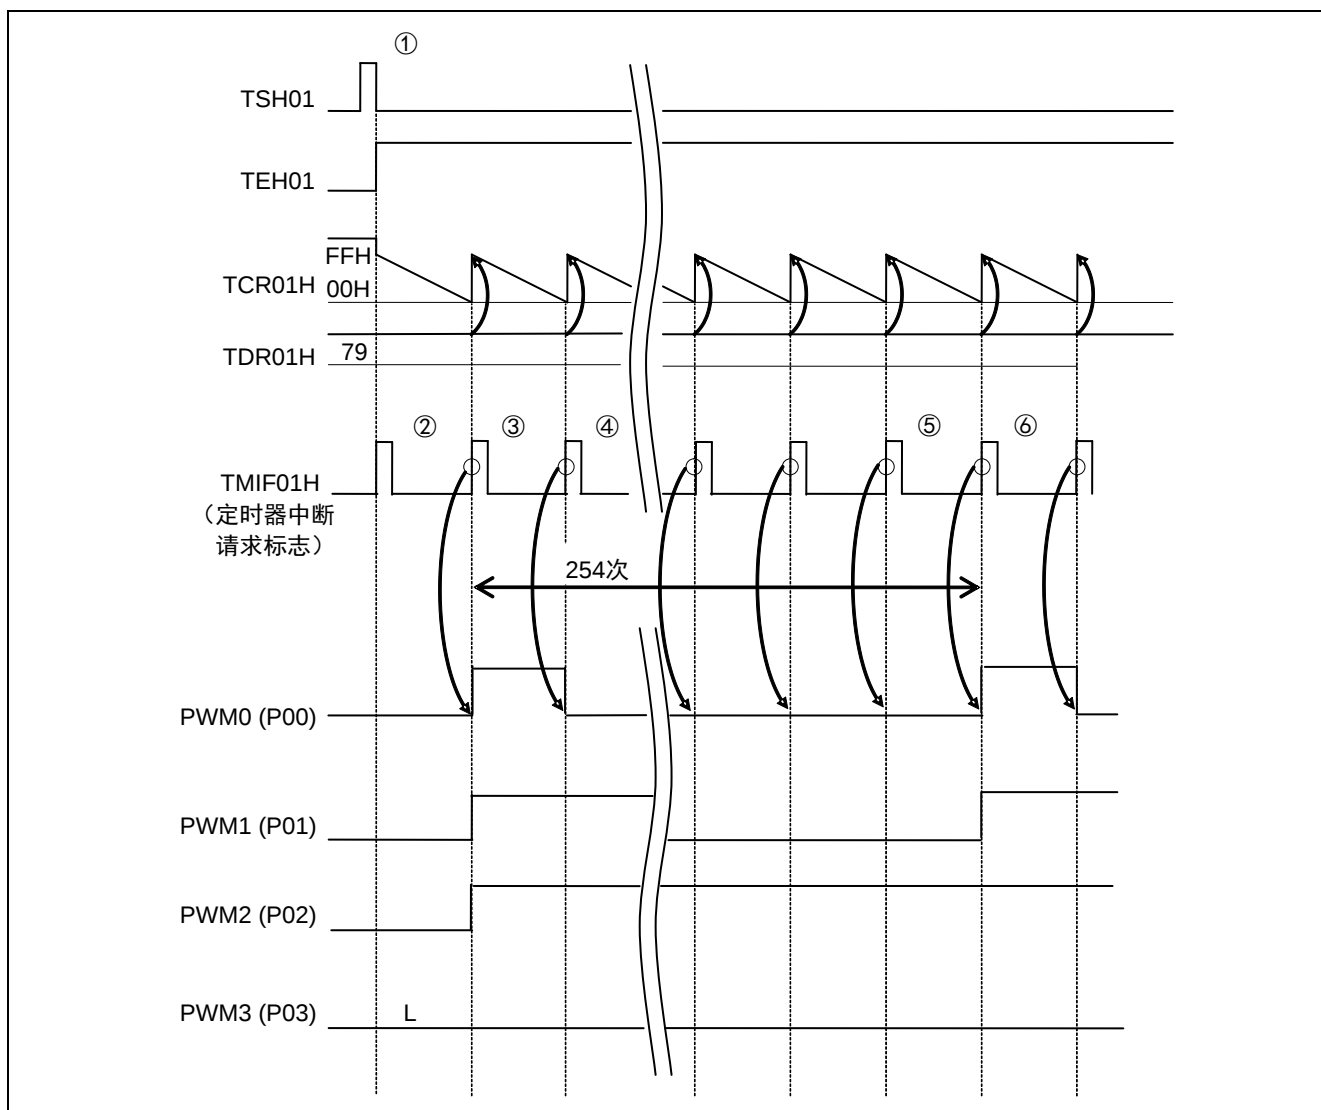

图 1.3 多重 PWM 输出的时序图
如有按键输入，则从占空比数据中选择下一组数据，经过相同的操作，即可变更 PWM 信号的占空比。多重 PWM 输出的时序图，请参见“图 1.3”。
- ① 设置输出数据的初始值，启动定时器（TAU 通道 1）。当被指定的占空比为 0%时初始值设 0，除此之外的其他情况则设 1。（“图 1.3”为 PWM3 = 0%的情况。）
- ② 定时器启动后，会立即产生 TAU 通道 1 的中断（INTTM01H），请忽略此次中断。CPU 在 HALT 模式下等待定时器中断。
- ③ TAU 通道 1 的中断（INTTM01H）发生后，设好的初始值被输出到端口并开始运行。此时，对应于各个 PWM 信号的用来指定占空比的计数器进行递减计数，当值为 0 时，对应于输出的下一个输出数据被清零（相当于 PWM0）。另外，指定 PWM 信号周期的计数器也在进行递减计数。
- ④ 接下来，TAU 通道 1 的中断（INTTM01H）发生后，将准备好的下一个数据输出至端口。这里，PWM0 会输出 0，且同样是对应于各个 PWM 信号的用来指定占空比的计数器和指定 PWM 信号周期的计数器进行递减计数。
- ⑤ 当第 254 次有效 INTTM01H 发生，指定 PWM 信号周期的计数器递减计数变为 0 时，下一个数据变回初始值。当占空比为 100%时，输出不会变为 0，保持 1 的状态。
- ⑥ 之后重复步骤③～⑤。